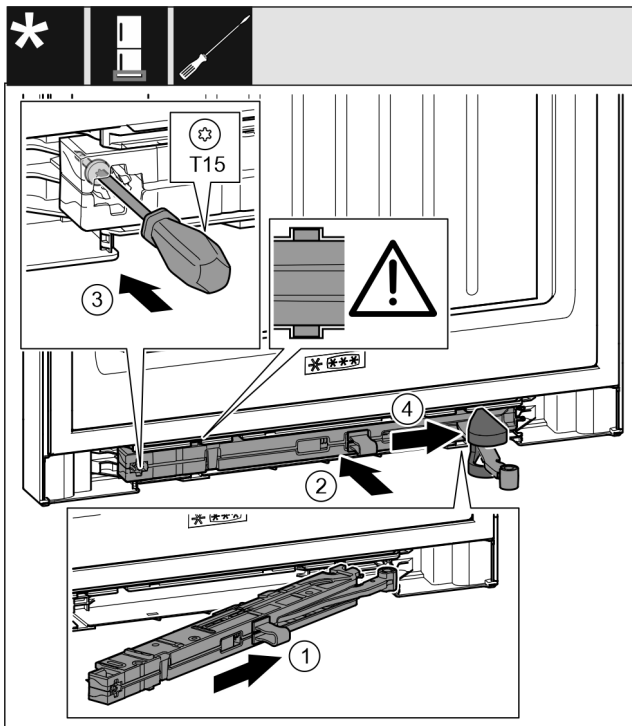

Fig. 68
- ▶ Jednotku tlumiče zavírání Fig. 68 (1) na straně stojanu ložiska zasuňte až na doraz šikmo do vybrání.
- ▶ Jednotku tlumiče zavírání Fig. 68 (2) zcela zasuňte do výklenku.
- ▶ Šroubovákem šroub Fig. 68 (3) pevně utáhněte.
- ▶ Posuňte kryt Fig. 68 (4) přes kloub.